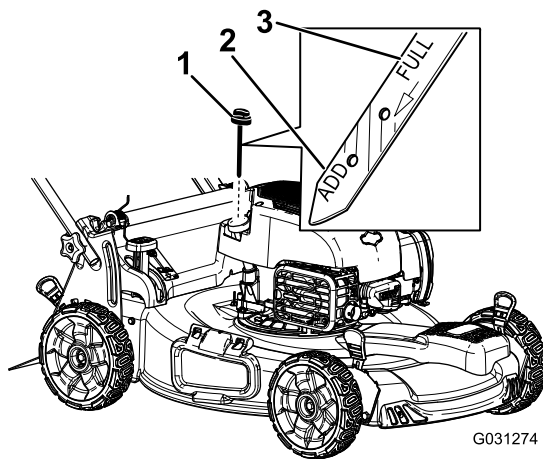

Figura 27
- Retire la varilla girando el tapón en el sentido contrario a las agujas del reloj y tirando del mismo (Figura 27).
10. Observe el nivel de aceite en la varilla (Figura 27).